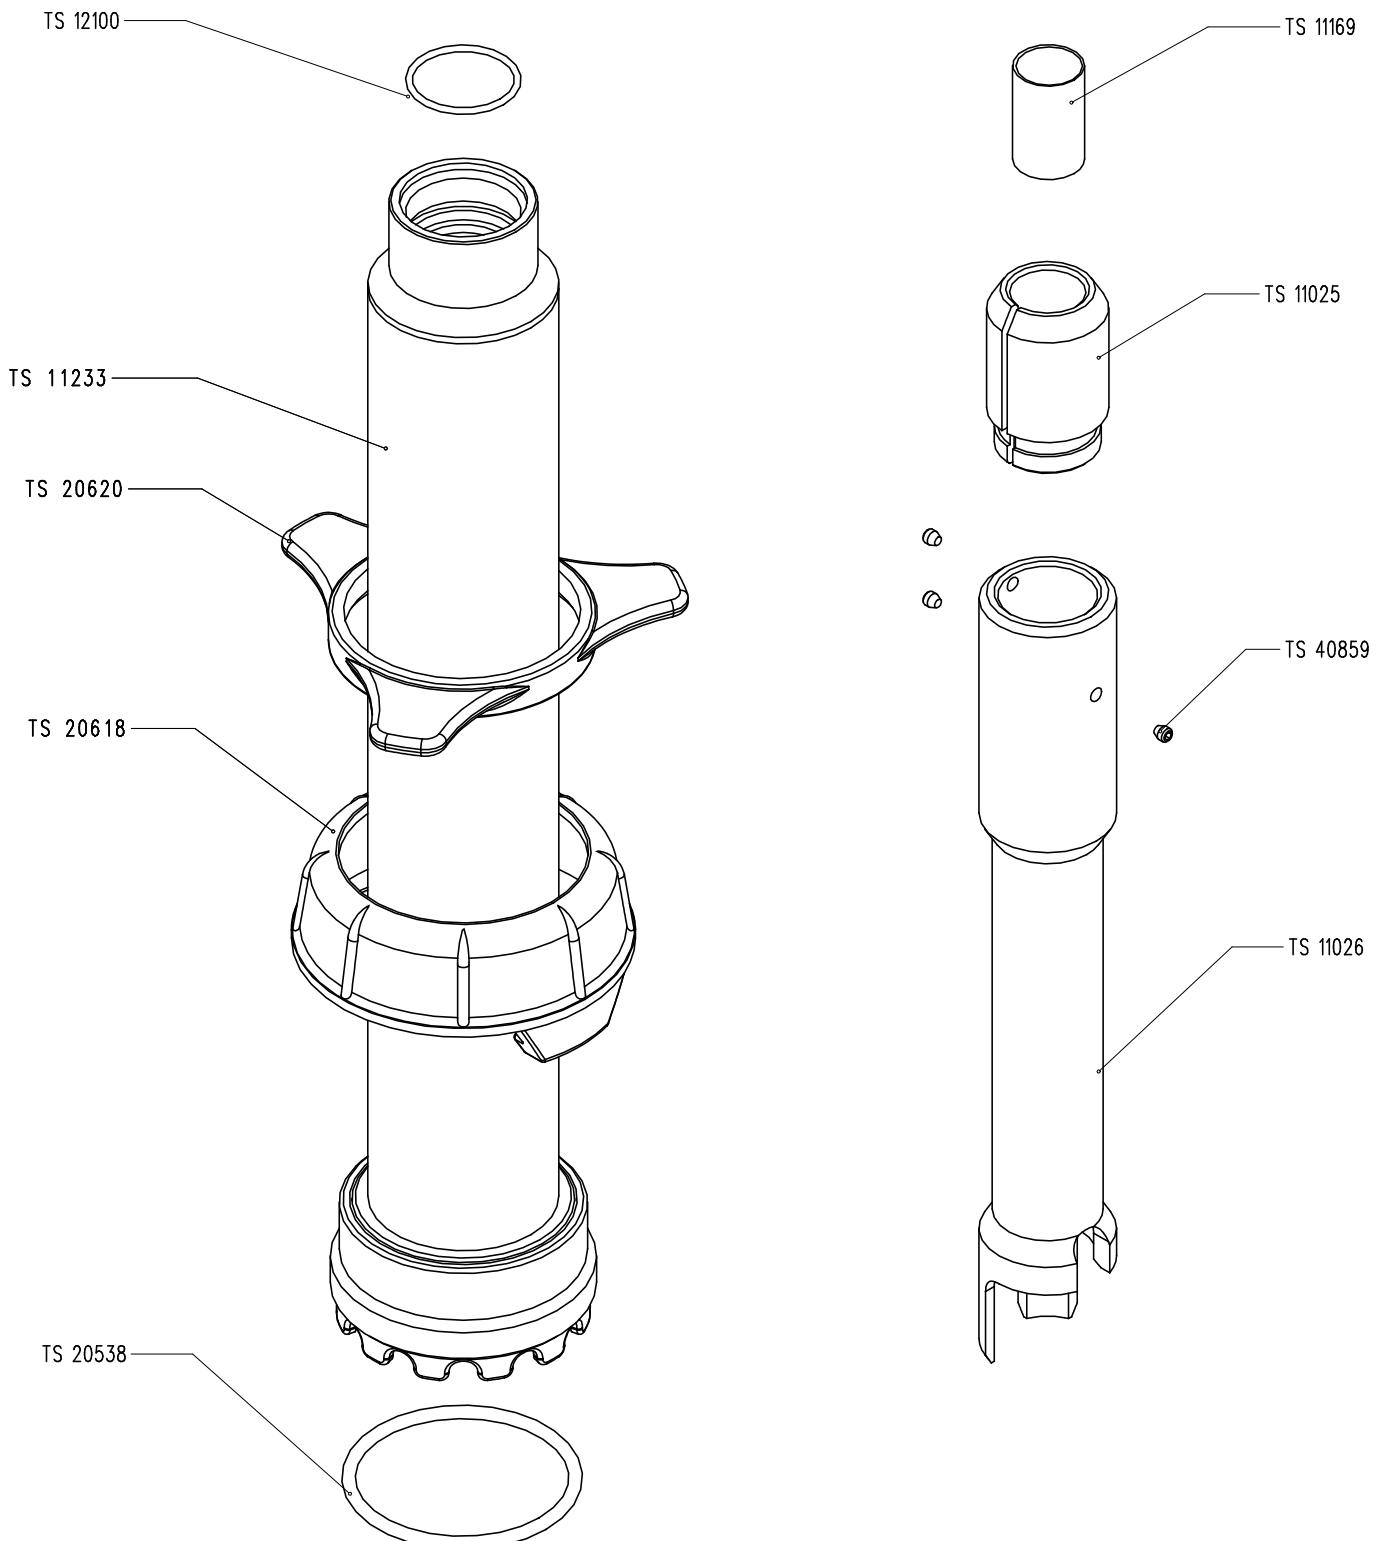

Рисунок 13-7: защитная трубка SS2-Q2 с нагрузкой TS 10188, запчасти
- Рисунок 13-7: защитная трубка SS2-Q2 с нагрузкой TS 10188, запчасти